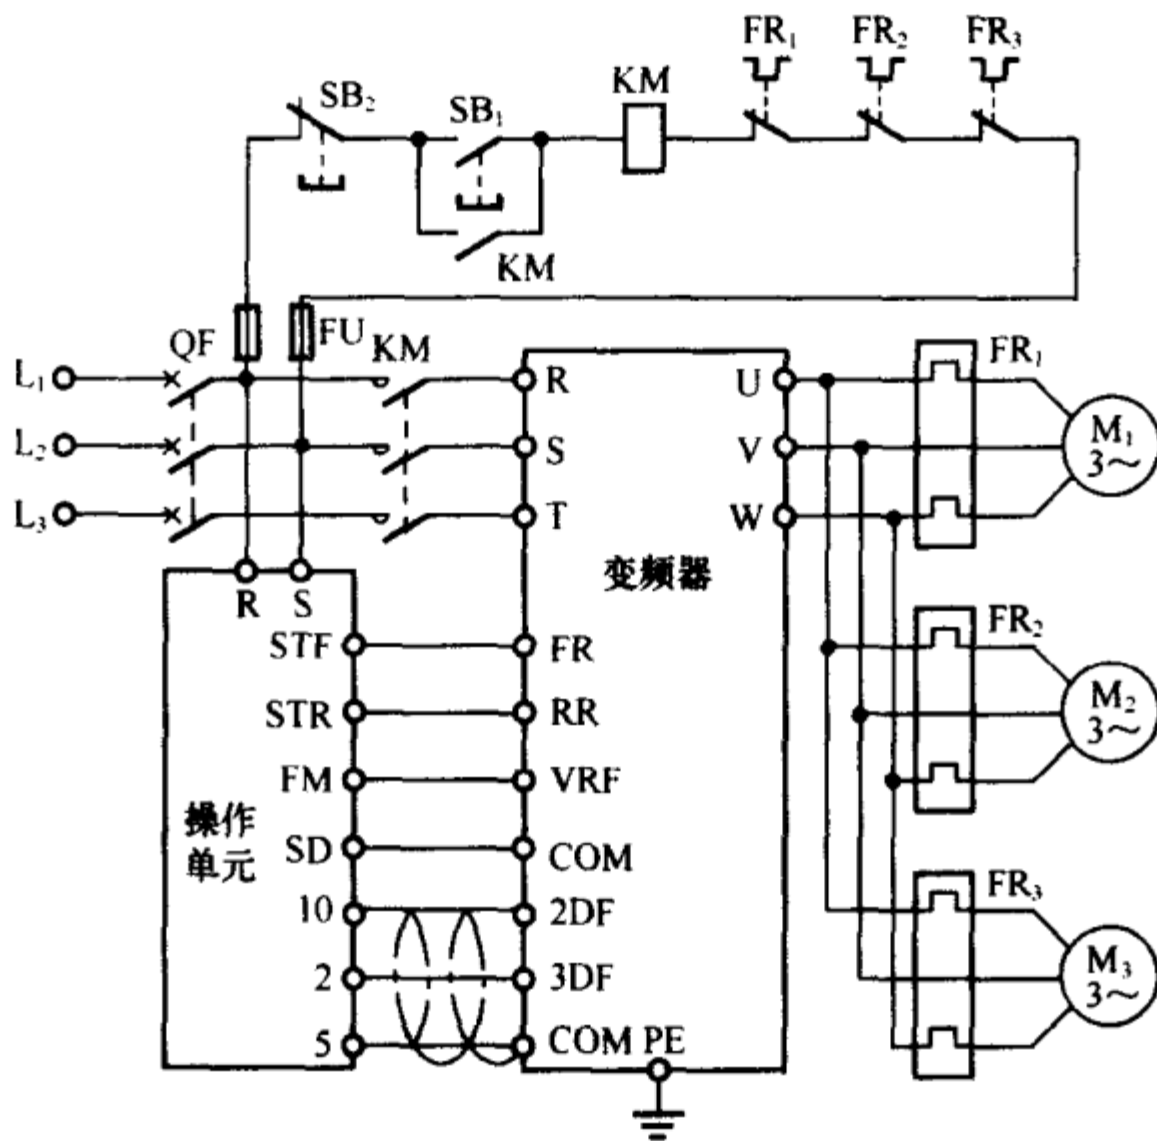

图 34 一台变频器控制多台电动机并联运行的线路(之一)
(1) 线路之一。电路如图 34 所示。对于该控制线路，不能使用变频器内的电子热保护功能，而是每台电动机外加热继电器，用热继电器的常闭触点串联去控制保护单元。用一台变频器控制多台电动机时，变频器的容量选择见第 30 问(7)项。